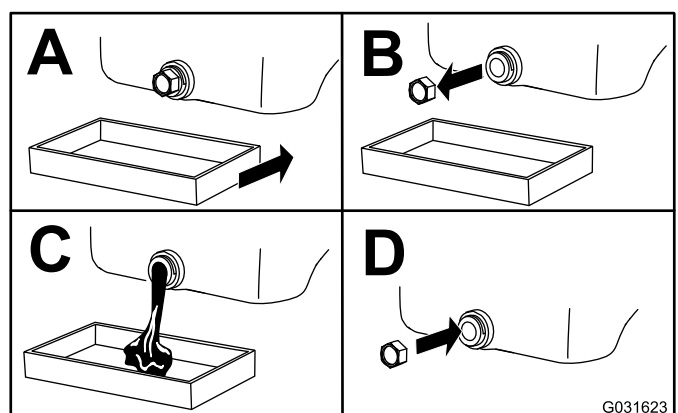

Figure 38
4. Vidangez l'huile moteur, comme montré à la Figure 38.